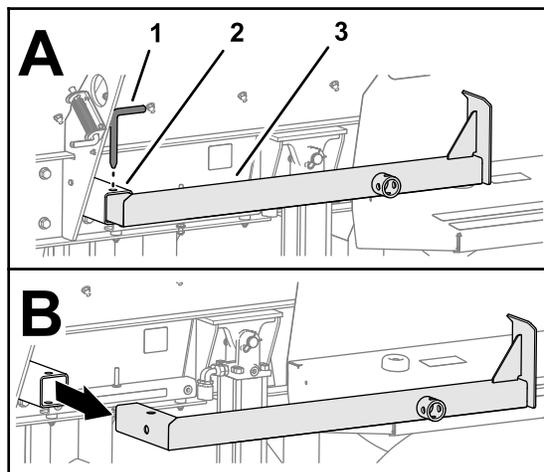

Рисунок 22
4. Извлеките палец из опорной лапы заднего домкрата и извлеките опорную лапу домкрата из трубы (Рисунок 22).